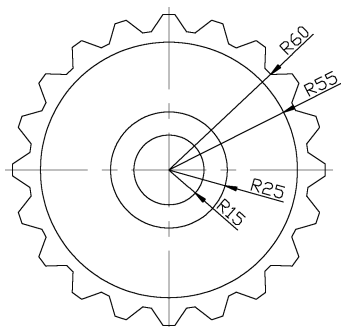

图 4-38 齿轮示意图
1) 利用本章所学的直线、圆、圆弧等基本绘图命令和修剪、阵列等编辑命令, 绘制一个齿轮示意图并保存至指定位置, 如图 4-38 所示。